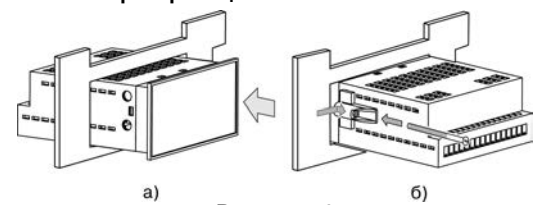

Рисунок 7.1
7.2.2 Вставьте фиксаторы из комплекта поставки в отверстия на боковых стенках прибора (рисунок 7.1,а);
7.2.3 С усилием заверните винты М4х35 в отверстия каждого фиксатора так, чтобы прибор был плотно прижат к лицевой панели щита (рисунок 7.1, б).